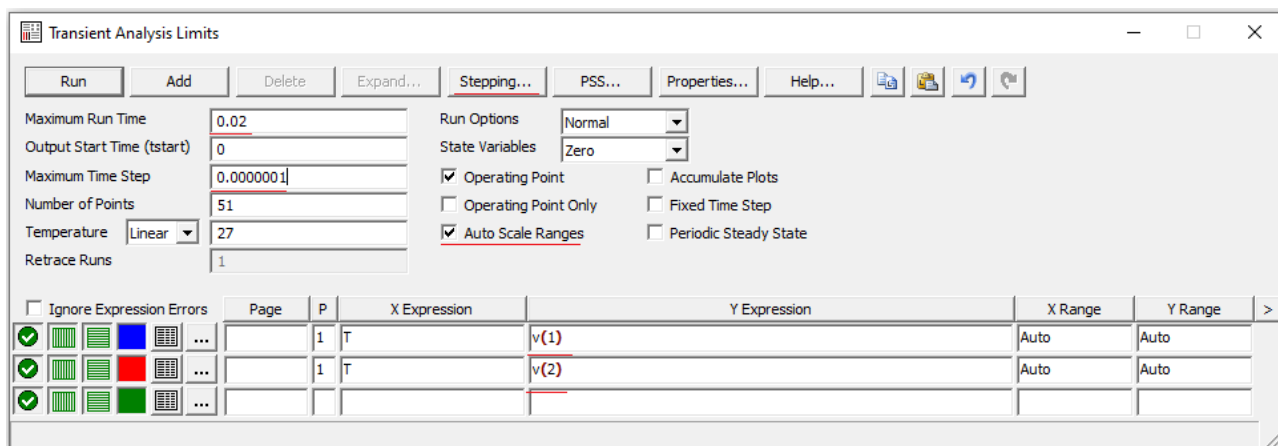

Рис. 2.12 Окно настройки анализа переходных процессов
1.5.1 Для получения временных зависимостей входного и выходного напряжений необходимо записать номера входного и выходного узлов в собранной схеме, запустить анализ переходных процессов (Analysis/Transient). В появившемся окне анализа переходных процессов установить значения параметров исследования согласно рис. 2.12.